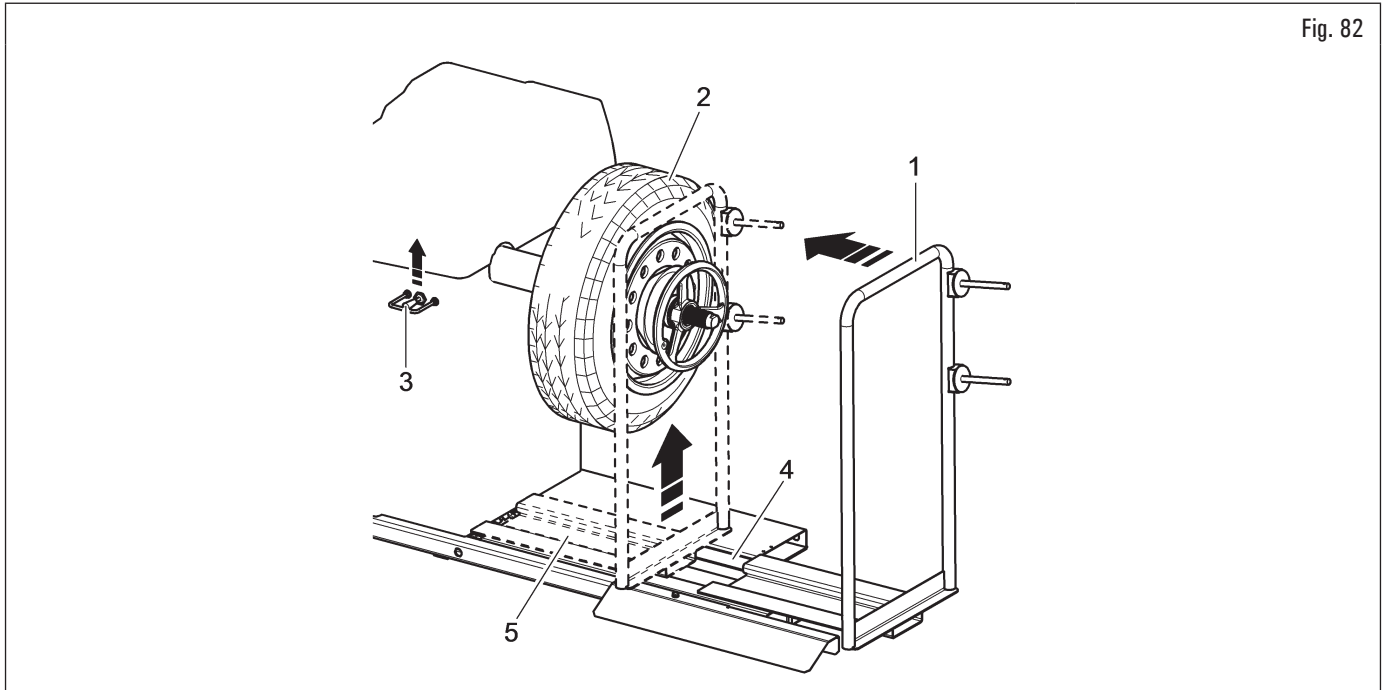

Fig. 82
1. Desplazar hacia izquierda el soporte de la rueda (Fig. 82 ref. 1) y llevar plano de apoyo rueda (Fig. 82 ref. 5) bajo del neumático (Fig. 82 ref. 2);
2. levantar el mando del elevador (Fig. 82 ref. 3) y levantar la plataforma (Fig. 82 ref. 4) hasta que el apoyo rueda (Fig. 82 ref. 5) se ponga en contacto con el neumático (Fig. 82 ref. 2);